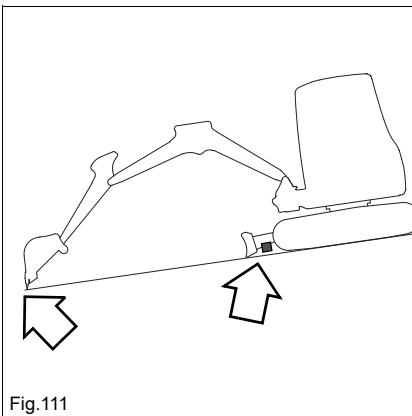

Fig.111
- Asegurar el vehículo con cuñas de calce (ver *Fig. 111*).